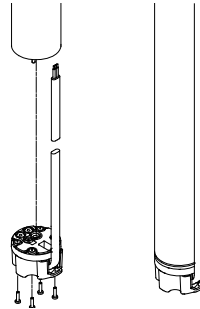

Fig. 8
4. Introducir la clavija del cable en el enchufe del motor. Debe encajar correctamente, ver fig. 8.
5. Colocar y apretar los cuatro tornillos (1 - 1,5 Nm), ver fig. 8.